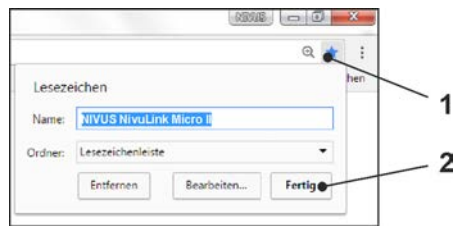

Abb. 32-4 Favorit einrichten
9. Zum Einrichten eines Favoriten im Browser (für einen direkten Zugang) den Stern für „Favoriten“ (Abb. 32-4 Pos. 1) antippen (am Beispiel Google Chrome) und mit „Fertig“ bestätigen (Abb. 32-4 Pos. 2).